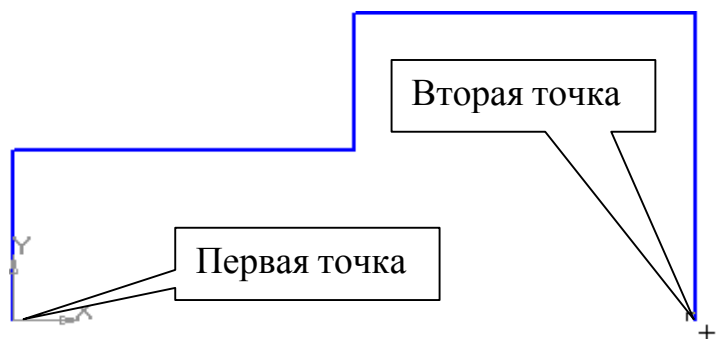

Рис. 5
- Для выполнения осевой линии активизируйте на панели **Обозначения – Осевая линия по двум точкам**, . Курсором укажите две точки, рис. 5. Осевая линия построена. Прервите команду .